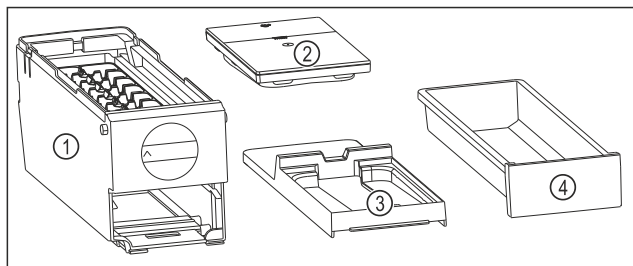

Fig. 244 Componenti dell'EasyTwist-Ice
- L'EasyTwist-Ice è scomposto in quattro parti. (vedere Fig. 244)
- Smontare l'EasyTwist-Ice scomponendo solo gli elementi rappresentati in figura. (vedere Fig. 244)
- Pulire l'intero corpo dell'EasyTwist-Ice Fig. 244 (1).